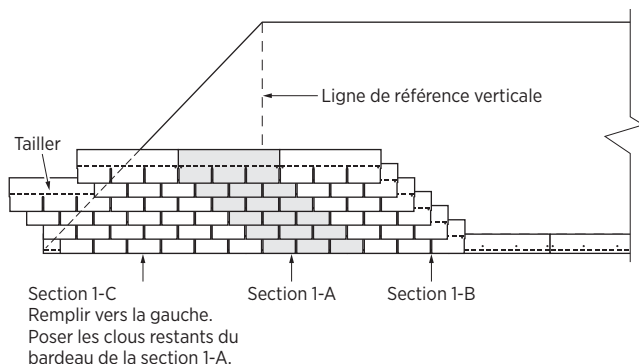

Figure 9-4 : Remplissez la zone à la gauche de la ligne de référence verticale.
3. Avant de continuer à remonter sur la section de toit, posez un bardeau immédiatement à la droite de chaque bardeau de la première section complétée (voir la Figure 9-4, section 1B).
3. Avant de commencer chaque section diagonale, posez un bardeau immédiatement à la droite de chaque bardeau de tous les rangées déjà installés sur le toit (voir la Figure 9-4, section 1-B).